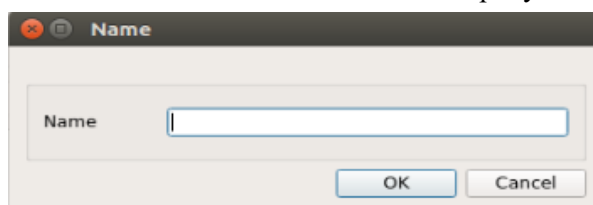

Рис. 4.9-12 Исполнительная программа
- 1) Изменить статические свойства кнопки или сенсорной области и дважды щелкнуть "command string" (командная строка). Появится всплывающее диалоговое окно, как показано на Рис. 4.9-12.